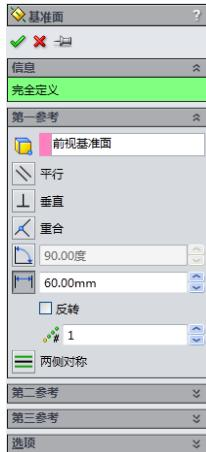
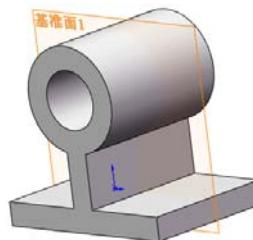

图 4-71 “基准面”属性管理器
图 4-72 添加的基准面
**16** 添加基准面。在左侧的“FeatureManager 设计树”中用鼠标选择“前视基准面”，单击“参考几何体”工具栏“基准面”图标按钮 $\text{B}$ ，此时系统弹出如图 4-71 “基准面”属性管理器。在“等距距离”一栏中输入 60mm，并调整设置基准面的方向。单击属性管理器中的“确定”图标按钮 $\checkmark$ ，添加一个新的基准面，结果如图 4-72 所示。